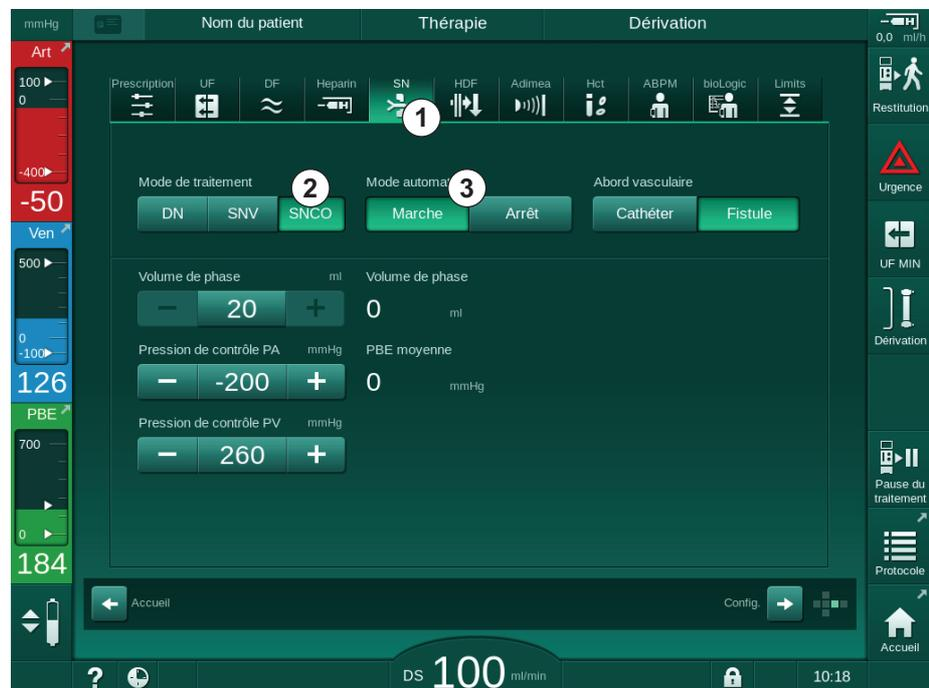

Fig. 9-1 Passer à une thérapie simple aiguille Cross-Over
2. Toucher l'icône *SN* (Fig. 9-1, ①).